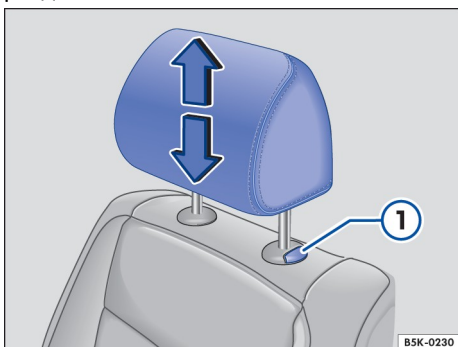
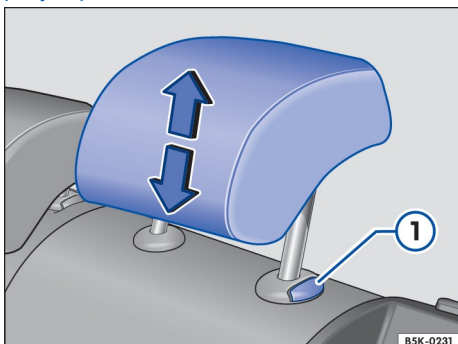

Рисунок 55. Подголовник переднего сиденья: регулировка
Рисунок 56. Подголовник заднего сиденья: регулировка
- Надавите на подголовник вверх или вниз в направлении стрелки, и может потребоваться нажать и удерживать кнопку → Рисунок 55 ⌚ или → Рисунок 56 ⌚ → ▲ при необходимости, как показано во Введении в тему (см. стр. 55).